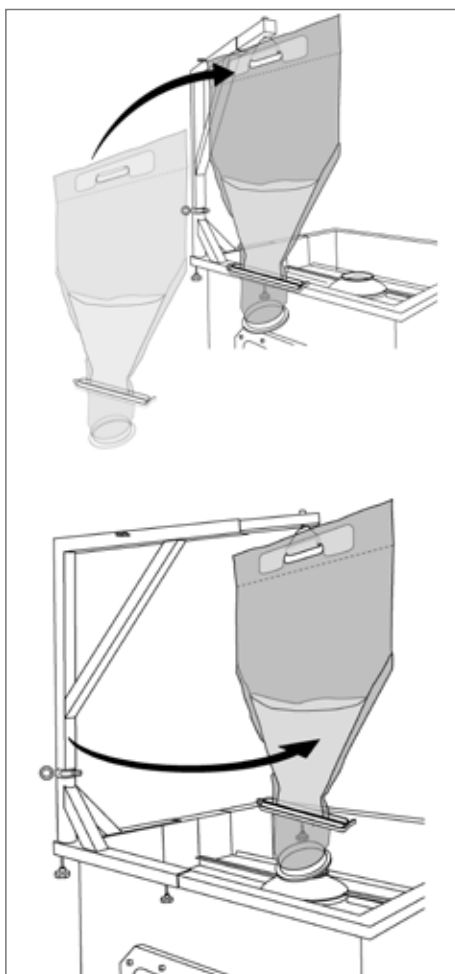

Fig. 68
- Cuelgue la bolsa de polvos en el soporte correspondiente y colóquela sobre el Palletank® (ver Fig. 68).